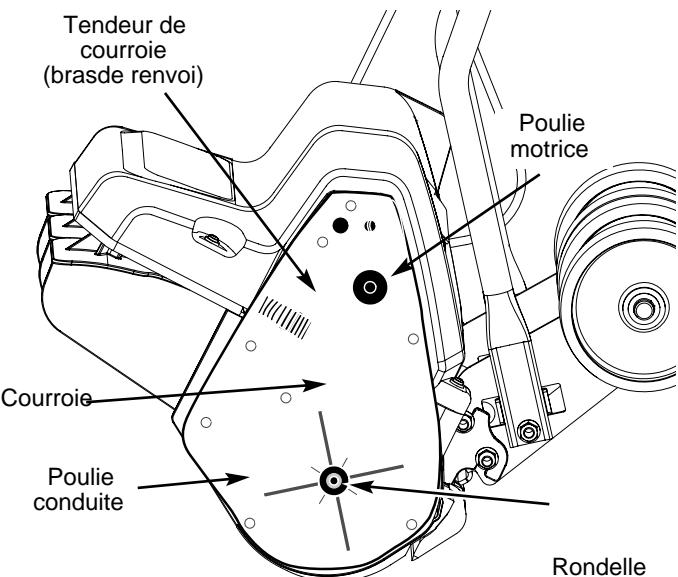

Fig. 10
3. Tirez le tendeur de courroie (bras de renvoi) pour dégager le carter de la poulie motrice. Retirez la courroie endommagée ou cassée des poulies conduite et motrice qui se trouvent à l'intérieur du boîtier. Mettez-la au rebut de manière responsable (Fig. 10).
4. Mettez en place la nouvelle courroie autour de la poulie motrice et de la poulie conduite (Fig. 10). Tirez le tendeur de courroie (bras de renvoi) en arrière pour enrouler la courroie autour de la poulie motrice.